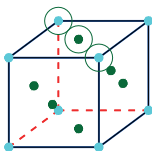

Fig.3
- b) cubica a facce centrate (Fig.3)